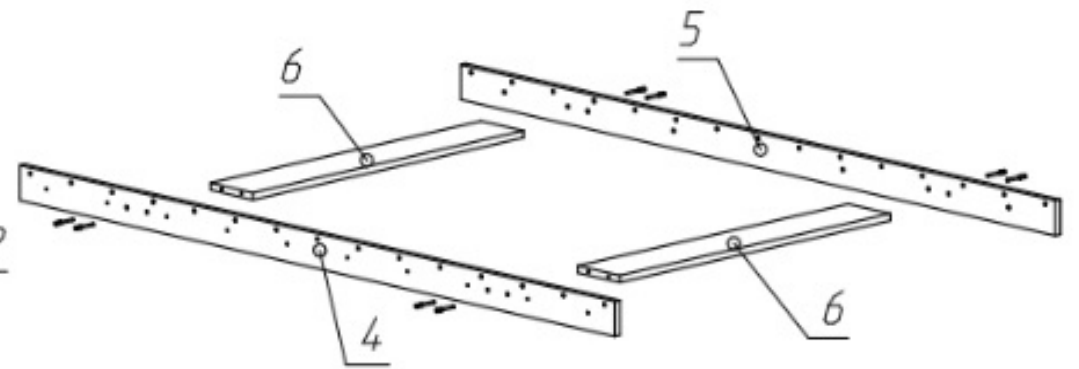

Рис.1.2. (опорная часть левая)
1.4. Собрать конструкцию состоящую из опорных брусков (поз. 4,5) и средников (поз. 6), соединив их на конфирматы. (рис.1.2) При сборке обращайте внимание на то, чтобы в дальнейшем отверстия в опорных брусках совпали с отверстиями в царге центральной.